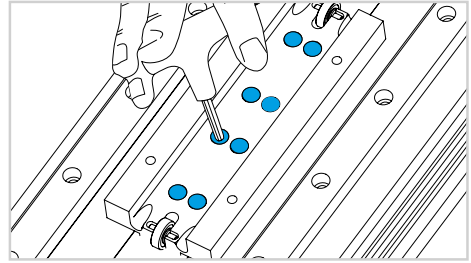

Abb. 8
9) Schieben Sie den oberen Laufwagen, um Zugriff auf den inneren Teil zu erhalten. Lösen Sie die Schrauben und heben Sie den vorher gelösten Teil an (Abb. 8).